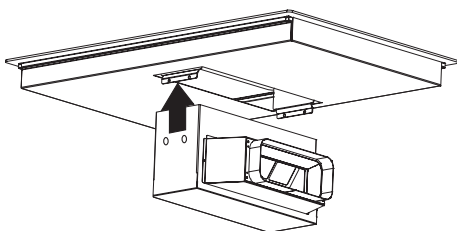

Abb. 39
2. ➔ Bringen Sie das Gerät auf den Metallsockel auf dem Herd an (Abb. 39).